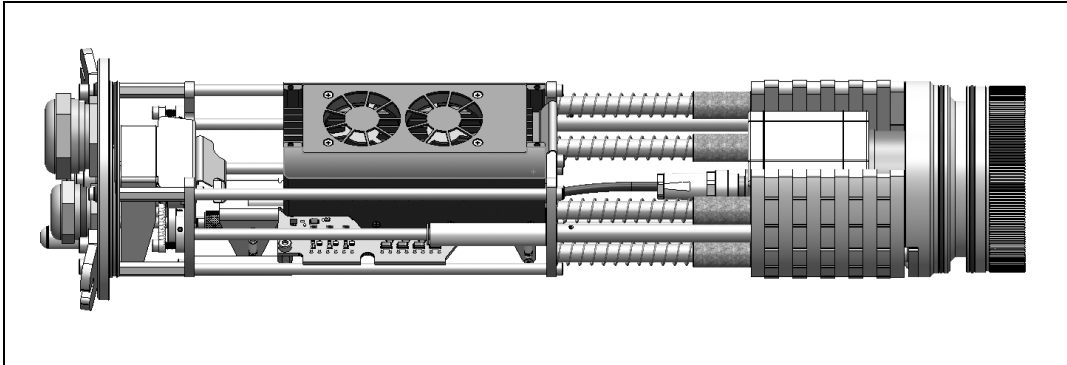

Abbildung 45: Chassis mit TIM Kamera, Industrie-PIF und TIM NetBox
7. Verbinden Sie im Anschluss die TIM Kamera und die TIM NetBox mit dem mitgelieferten USB-Kabel und das Industrie-PIF mit der Kamera. Schließen Sie danach den Netzwerkstecker an die TIM NetBox an (**Abbildung 45**).